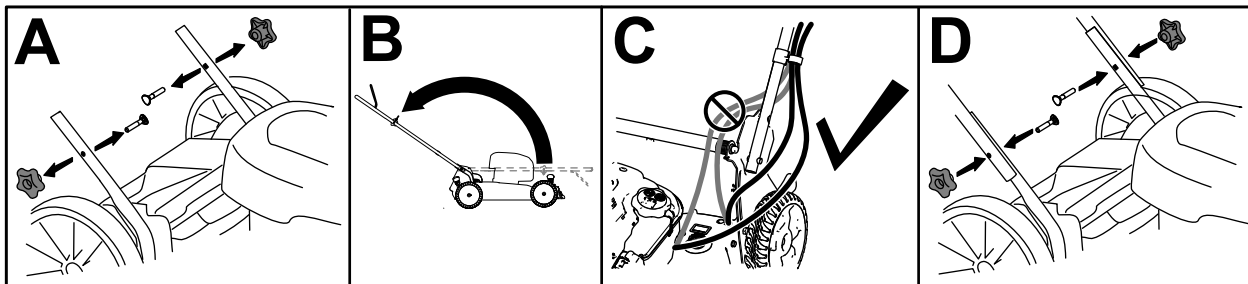

Figura 3
1. Retire los pomos del manillar y los pernos correspondientes de las secciones inferiores del manillar (Figura 3, A).
2. Coloque el manillar superior sobre el manillar inferior y luego despliegue el manillar (Figura 3, B).
3. Asegúrese de colocar los cables en el exterior del manillar (Figura 3, C).
4. Instale los pomos del manillar con los pernos correspondientes y apriételos firmemente a mano (Figura 3, D).